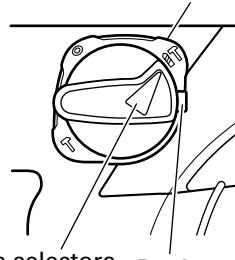

Fig. 6
- Alinee la marca ▲ de la palanca selectora y **IT** del sujetador de palanca, tal como se muestra en la Fig. 6.